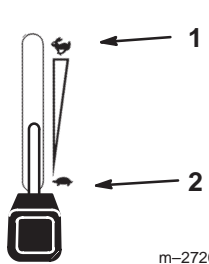

Figure 12
2. Réglez la manette d'accélérateur à mi-course entre les positions de ralenti et de régime maximum (Fig. 12).